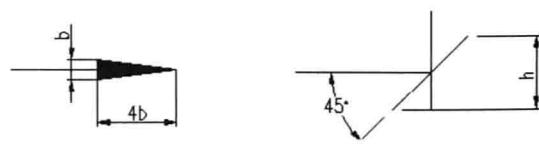

图 1-7 尺寸终端
- 尺寸线终端：尺寸线终端可以有箭头和斜线两种形式，如图 1-7 所示。箭头适用于各种类型的图样。机械图样尺寸线终端画箭头，箭头应画成细长形，箭头尖端与尺寸界线接触，不得超出或离开；斜线用细实线绘制，当尺寸线的终端采用斜线时，尺寸线与尺寸界线必须垂直。在同一张图样中只能采用一种尺寸线终端形式。